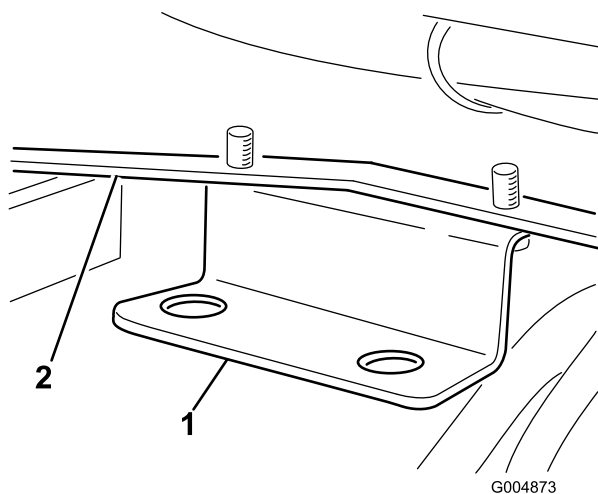

Figura 15
9. Instale la placa pasamuros en el soporte izquierdo del bastidor trasero con 2 tornillos autorroscantes (5/16 pulgada) (Figura 15).